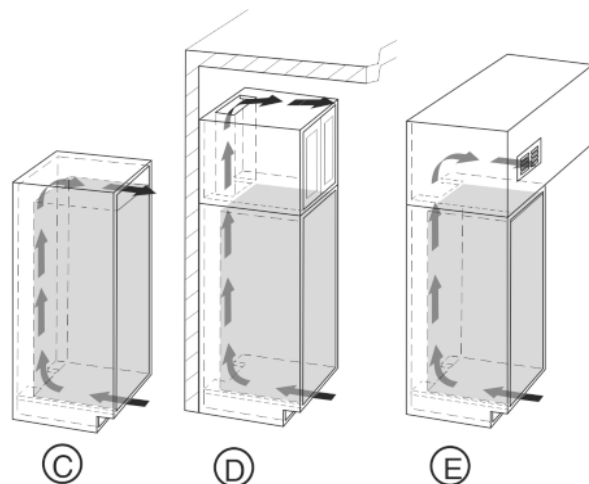

Fig. 4
- Верхняя площадь вентиляционного отверстия может быть выполнена непосредственно над устройством и снабжена вентиляционной решеткой Fig. 4 (C), находиться рядом с крышкой над мебелью Fig. 4 (D), или иметь вид вентиляционного отверстия в промежуточном перекрытии Fig. 4 (E).